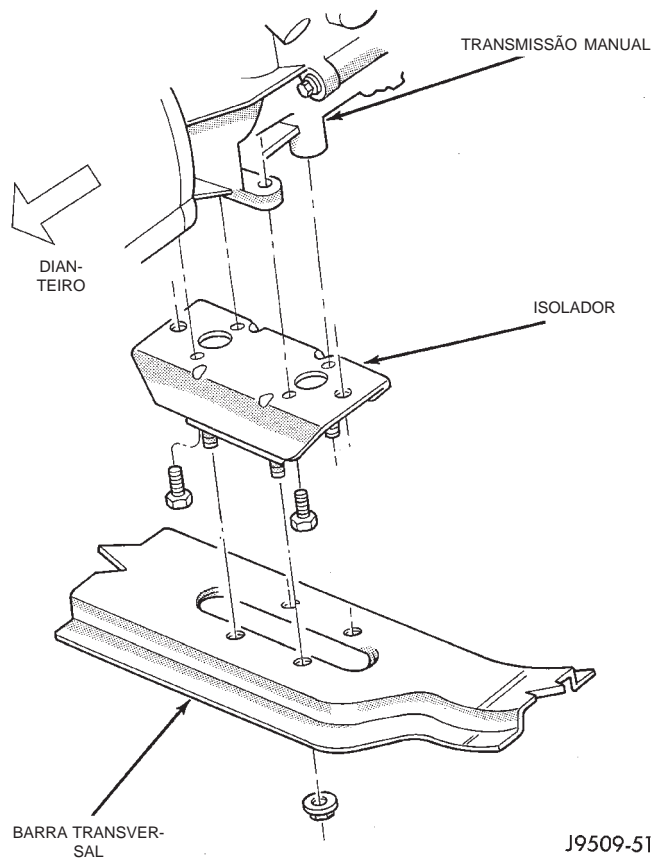

Fig. 22 Transmissão Manual do Isolador Traseiro — 4WD
- Remova as porcas do parafuso que prendem o isolador à barra transversal (Fig. 22).
- Remova os parafusos que prendem o isolador à transmissão (Fig. 22). Remova o isolador.